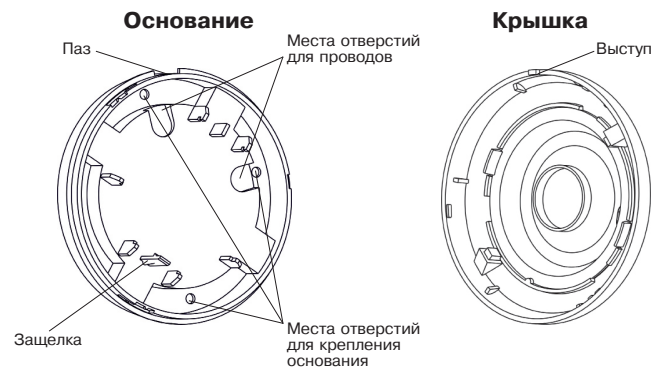

Рисунок 2 – Основание и крышка извещателя
- Снимите крышку извещателя, повернув крышку против часовой до упора в пазе на наружном кольце основания извещателя, а затем поднимите крышку (рисунок 2).
- Просверлите в основании корпуса отверстия (рисунок 2), которые будут использоваться для прокладки проводов и крепления извещателя.